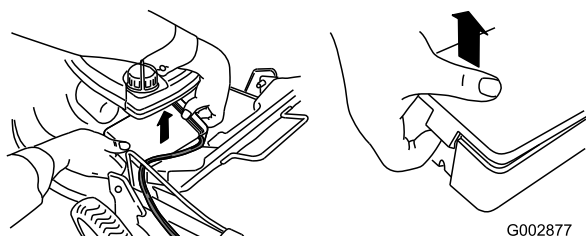

Bild 10
1. Lösen Sie die beiden Clips an der Batteriefachabdeckung und nehmen Sie sie ab (Bild 10).